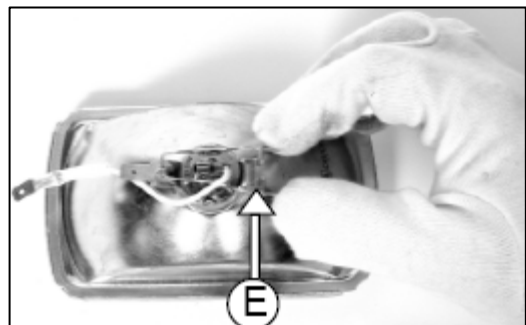

Fig. 148
4. Comprima el resorte (E) (Fig. 148).